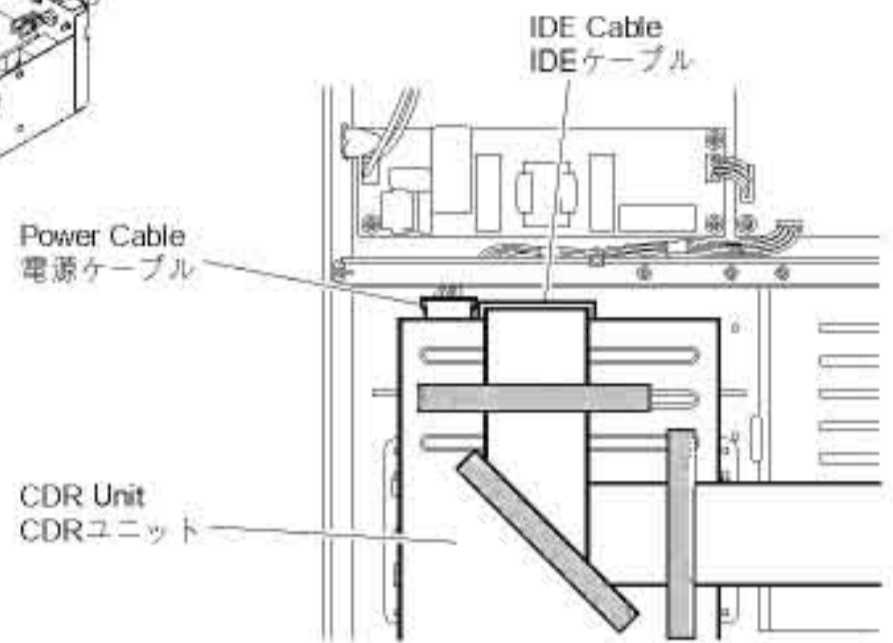

Fig. 8
- Disconnect the power cable and IDE cable from the CDR unit. (Fig. 8)
- CDRユニットから電源ケーブル、IDEケーブルを外します。(Fig. 8)
- a. Connect the power cable and IDE cable to the CDR unit. (Fig. 8)
- a. CDRユニットに電源ケーブル、IDEケーブルを接続します。(Fig. 8)